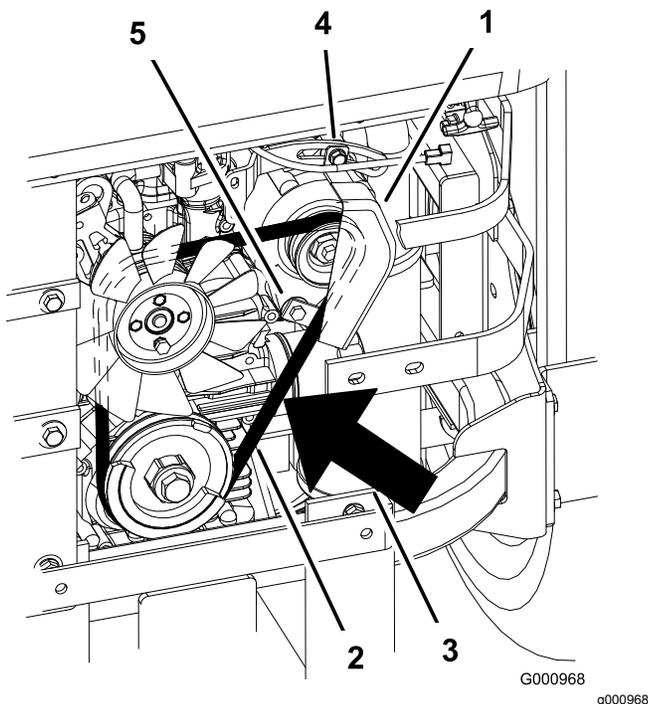

Figura 80
7. Afloje el perno inferior y retire el perno superior que sujeta el alternador y la cubierta (Figura 80).
9. Instale una correa nueva alrededor de las poleas y del alternador (Figura 80).
14. Apriete el perno inferior e instale el perno superior que sujeta el alternador y la cubierta (Figura 80).
2. Ajuste el alternador hacia fuera hasta que quede una desviación de 7 a 9 mm ( $\frac{1}{4}$ " a  $\frac{11}{32}$ ") en la correa entre el motor y las poleas del alternador con una fuerza de 10 kg (22.1 libras) (Figura 80).
5. Si la desviación es correcta, apriete los pernos inferior y superior (Figura 80).